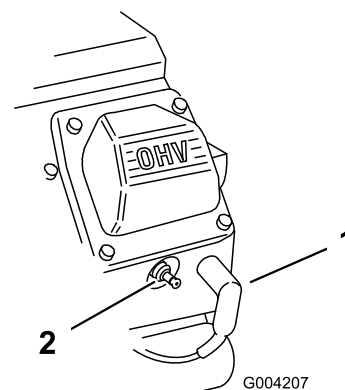

Figure 36
3. Débranchez les bougies (Figure 36).
3. Rebranchez les bougies (Figure 36).